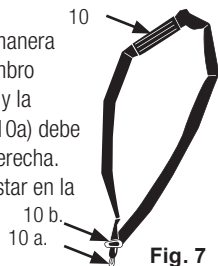

Fig. 7
1. Coloque el arnés (10) de manera que pase por encima del hombro izquierdo, cruzando el pecho y la espalda. El clip de sujeción (10a) debe estar ubicado en la cadera derecha. El cierre rápido (10b) debe estar en la parte delantera (Fig. 7).